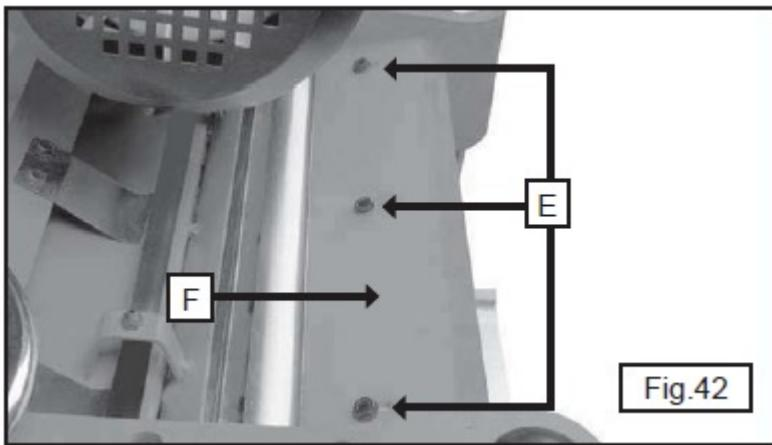

Рис. 42
3. Вывернуть три болта (E), рис. 42, и снять отражатель стружки (F).